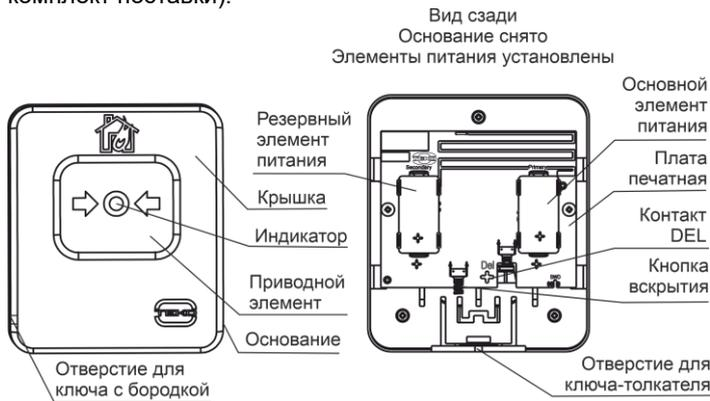

Рисунок 2
**5.1** Конструктивно извещатель выполнен в виде блока из ударопрочной пластмассы ярко-красного цвета, состоящего из съемной крышки и основания (рисунок 2). Крышка снимается с основания при помощи ключа с бородкой (входит в комплект поставки).